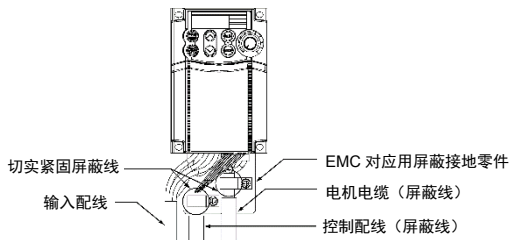

图 11.2 屏蔽线的连接方法
- 2) 电机电缆使用屏蔽线，并尽可能缩短。将屏蔽线紧固至 EMC 对应用屏蔽线接地零件后接地。另外，请将屏蔽线与电机的接地端子进行电气连接。（参照图 11.2）